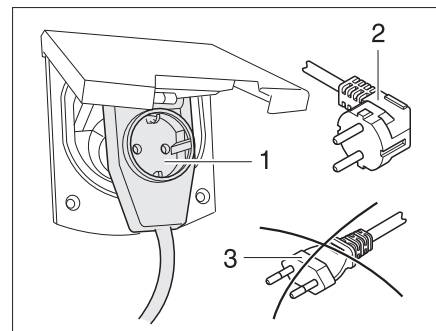

Bild 92 Anschluss an eine Winkelkupplung mit Steckdose
- ▶ Bei Verwendung einer CEE 17 Winkelkupplung mit rückseitig eingebauter Steckdose (Bild 92,1) nur einen gummiierten und versiegelten IP 44 Stecker mit Schutzkontakt (Bild 92,2) verwenden. Keine Stecker ohne Schutzkontakt (Bild 92,3) verwenden. Gefahr eines Stromschlages!